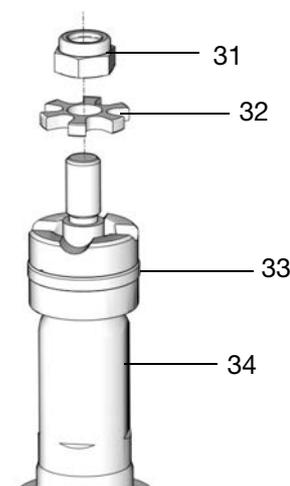

FIG. 36
14. Installare la rondella a stella (32) e il controdado (31) sull'asta del pistone (34) come mostrato in FIG. 36